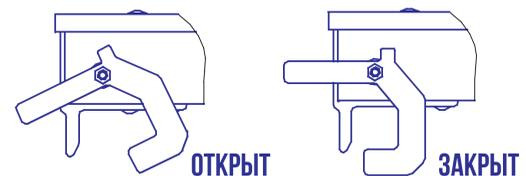
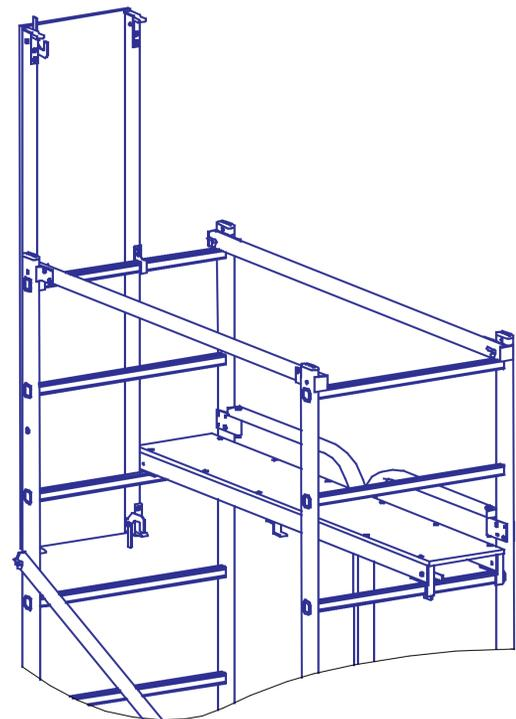
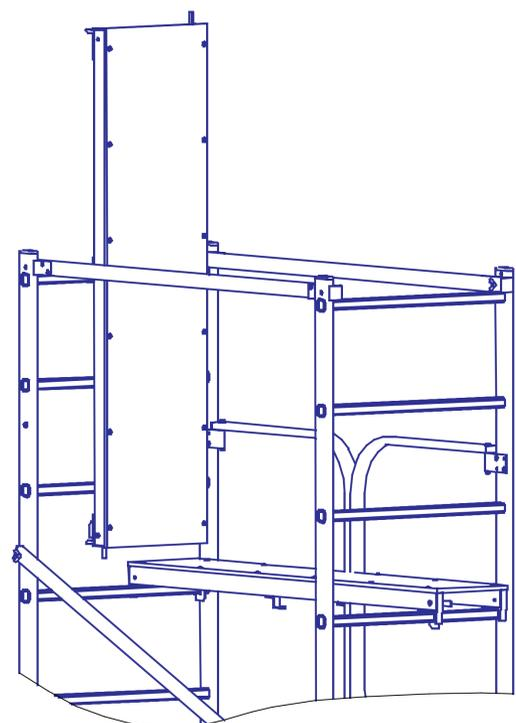

РИС. 2.
РИС. 3.
РИС. 4.
**2.5.** ВОЗЬМИТЕ ПЛАТФОРМУ УЗКУЮ **ПОЗ. 6** И УСТАНОВИТЕ ЕЕ НА СТУПЕНИ СЕКЦИЙ СКЛАДНЫХ — **ПОЗ. 1**. ДО УСТАНОВКИ ПЛАТФОРМЫ ЗАМКИ-ФИКСАТОРЫ ДОЛЖНЫ БЫТЬ В ПОЛОЖЕНИИ «ОТКРЫТ» — **РИС. 2**. ПОСЛЕ УСТАНОВКИ ПЛАТФОРМЫ УЗКОЙ ПЕРЕВЕДИТЕ ЗАМКИ-ФИКСАТОРЫ В ПОЛОЖЕНИЕ «ЗАКРЫТ».
**2.8.** УСТАНОВИТЕ ПЛАТФОРМУ ШИРОКУЮ **ПОЗ. 7** НА УРОВНЕ ПЛАТФОРМЫ УЗКОЙ **ПОЗ. 6**. ЗАМКИ-ФИКСАТОРЫ ПРИ ЭТОМ ДОЛЖНЫ БЫТЬ В ПОЛОЖЕНИИ «ОТКРЫТ» — **РИС. 2**. ПЕРЕВЕДИТЕ ЗАМКИ-ФИКСАТОРЫ В ПОЛОЖЕНИЕ «ЗАКРЫТ». ПОДМОСТИ ГОТОВЫ К РАБОТЕ.
**ЕСЛИ СБОРКА ВЕДЕТСЯ ОДНИМ ЧЕЛОВЕКОМ, ТО ДО МОНТАЖА ПЛАТФОРМЫ ШИРОКОЙ НА МАКСИМАЛЬНОЙ ВЫСОТЕ ДОПУСКАЕТСЯ ЗАКРЕПИТЬ ЕЕ ПРИ ПОМОЩИ ТРАНСПОРТНЫХ КРЮКОВ НА СТУПЕНИ С НАРУЖНОЙ СТОРОНЫ ОДНОЙ ИЗ СЕКЦИЙ — **РИС. 3**.**
ДЛЯ МОНТАЖА НА ВЫСОТАХ НИЖЕ МАКСИМАЛЬНОЙ ДОПУСКАЕТСЯ КРЕПЛЕНИЕ ПЛАТФОРМЫ ШИРОКОЙ НА ВНУТРЕННЕЙ СТОРОНЕ ОДНОЙ ИЗ СЕКЦИЙ — **РИС. 4**.
**А.** НАХОДЯСЬ НА ПЛАТФОРМЕ УЗКОЙ, ПЛАВНО ОБЕИМИ РУКАМИ СНЯТЬ ПЛАТФОРМУ ШИРОКУЮ СО СТУПЕНИ СЕКЦИИ И СОРИЕНТИРОВАТЬ ЕЕ НА УРОВНЕ ПЛАТФОРМЫ УЗКОЙ. ОДНА СТОРОНА ПЛАТФОРМЫ ПРИ ЭТОМ ДОЛЖНА ОПИРАТЬСЯ НА СТУПЕНИ СЕКЦИЙ, ДРУГАЯ НА ПЛАТФОРМУ УЗКУЮ. НЕ СВЕШИВАЯСЬ ТЕЛОМ В СТОРОНУ СЕКЦИИ ШИРОКОЙ, СДВИНУТЬ ЕЕ ДВИЖЕНИЕМ ОТ СЕБЯ ДО ВЫРАВНИВАНИЯ С СЕКЦИЕЙ УЗКОЙ. ПЕРЕВЕСТИ ЗАМКИ-ФИКСАТОРЫ В ПОЛОЖЕНИЕ «ЗАКРЫТ» — **РИС. 2**.
**4.1.** ДЛЯ ПЕРЕМЕЩЕНИЯ ПОДМОСТЕЙ ВО ВРЕМЯ РАБОТЫ СНИМИТЕ ПЛАТФОРМУ ШИРОКУЮ **ПОЗ. 7**, ПРЕДВАРИТЕЛЬНО ПЕРЕВЕДЯ ЗАМКИ-ФИКСАТОРЫ В ПОЛОЖЕНИЕ «ОТКРЫТ» — **РИС. 2**. ЗАКРЕПИТЕ ПЛАТФОРМУ НА СТУПЕНИ С ВНУТРЕННЕЙ ИЛИ С НАРУЖНОЙ ЧАСТИ СЕКЦИИ — **РИС. 3, РИС. 4**. ОПУСКАЙТЕСЬ НА УРОВЕНЬ ПОЛА ПО СТУПЕНЯМ ВНУТРЕННЕЙ СТОРОНЫ ОДНОЙ ИЗ СЕКЦИЙ.